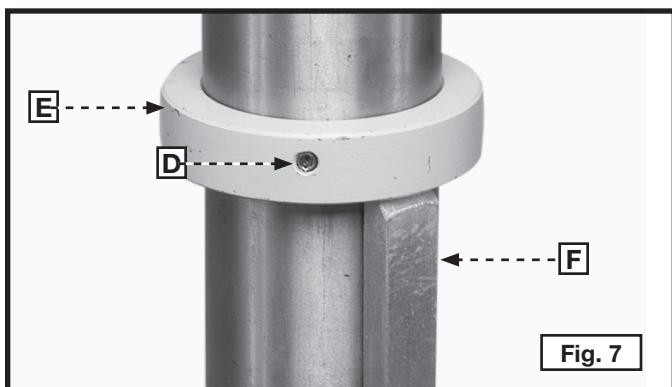

Fig. 7
5. Remettre l'anneau (E), fig. 7, retiré plus tôt à l'ÉTAPE 1.